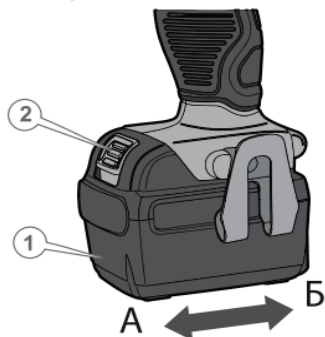

Рисунок 3. Схема встановлення/зняття АКБ.
5.1.7 Встановлення та зняття акумуляторних батарей (рис. 3).
Перед встановленням або зняттям акумуляторних батарей (2, рис.3) завжди блокувати пускову клавішу від випадкового пуску.
Щоб зняти акумуляторні батареї, по чергово злегка натиснути на кнопку фіксації АКБ (1, рис. 3) батареї та, не відпускаючи кнопку, із невеликим зусиллям потягнути акумулятор із місця встановлення, щоб вийняти АКБ.